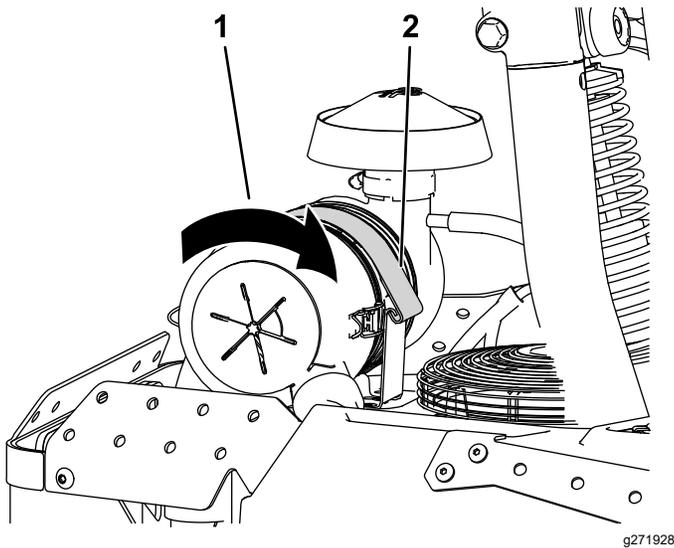

Figura 19
1. Retire el gancho del filtro de aire y gire el filtro hacia delante para que haya espacio para instalar la tapa del ensacador (Figura 19).
4. Vuelva a girar el filtro de aire a su posición original e instale el gancho (Figura 19).